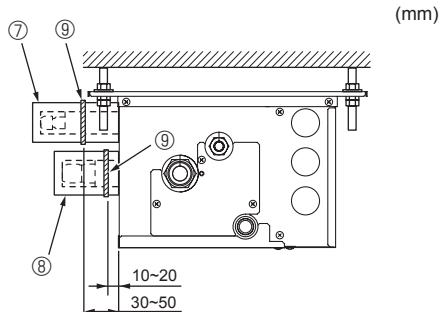

Fig. 7-5
► Execute os procedimentos que se seguem para os componentes da caixa de derivação que não estão ligados a uma unidade interior. (Fig. 7-5)
- (1) Para evitar fugas de refrigerante, certifique-se de que as porcas afuniladas estão apertadas de acordo com os binários de aperto especificados\* na Tabela 3.